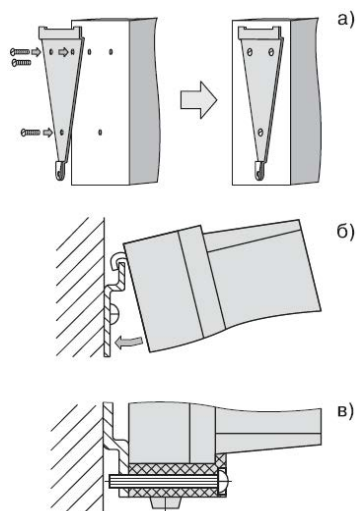

Рисунок 7.1 – Установка прибора на настенного крепления
- 1) Закрепите кронштейн тремя винтами М4 на поверхности, предназначенной для установки прибора (см. Приложение А и рисунок 7.1, а).
- 2) Зацепите крепежный уголок на задней стенке прибора за верхнюю кромку кронштейна (рисунок 7.1, б).
- 3) Прикрепите прибор к кронштейну винтом М4 × 35 из комплекта поставки (рисунок 7.1, в).